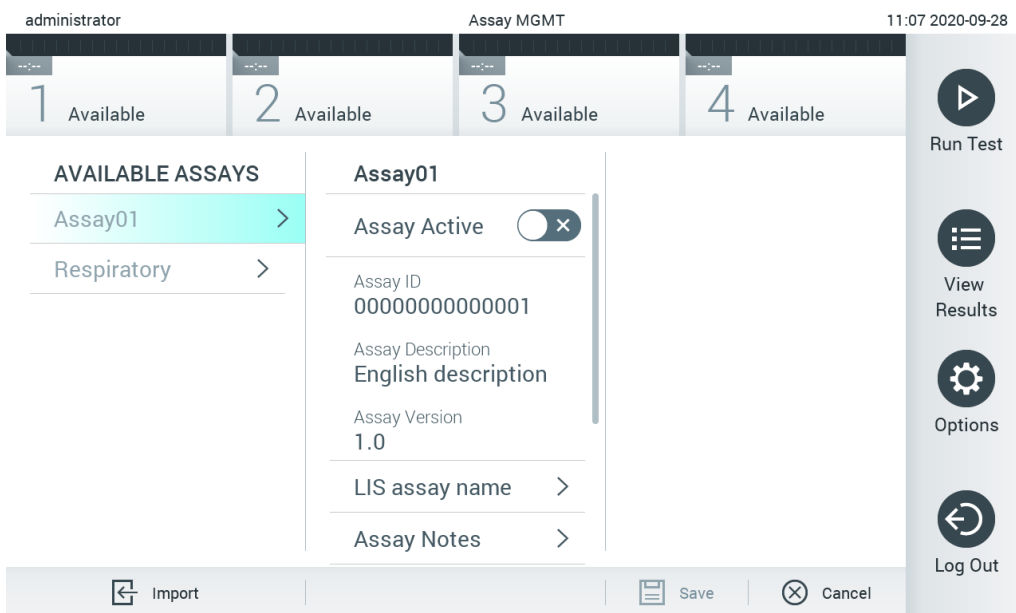

Рис. 67. Екран Assay Management (Керування аналізами).
2. Щоб імпортувати нові аналізи в аналізатор КВІАстат-ДКс (QIAstat-Dx) 1.0, натисніть кнопку **Options** (Параметри), а потім – **Assay Management** (Керування аналізами). Екран **Assay Management** (Керування аналізами) з'являється в області вмісту дисплея (рис. 67).